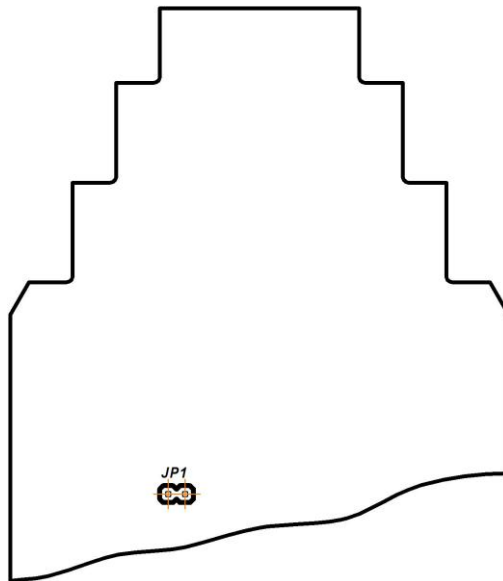

Рисунок 4.5 – Положение перемычки JP1 на плате модуля (корпус модуля снят)
4.3.6.1 Обесточить модуль, снять с шины и установить перемычку JP1 (рис. 4.5), после чего установить модуль обратно на шину. Модуль перейдет в режим конфигурации сетевых настроек, о чем будет свидетельствовать мигание светодиода "PWR" на передней панели прибора.